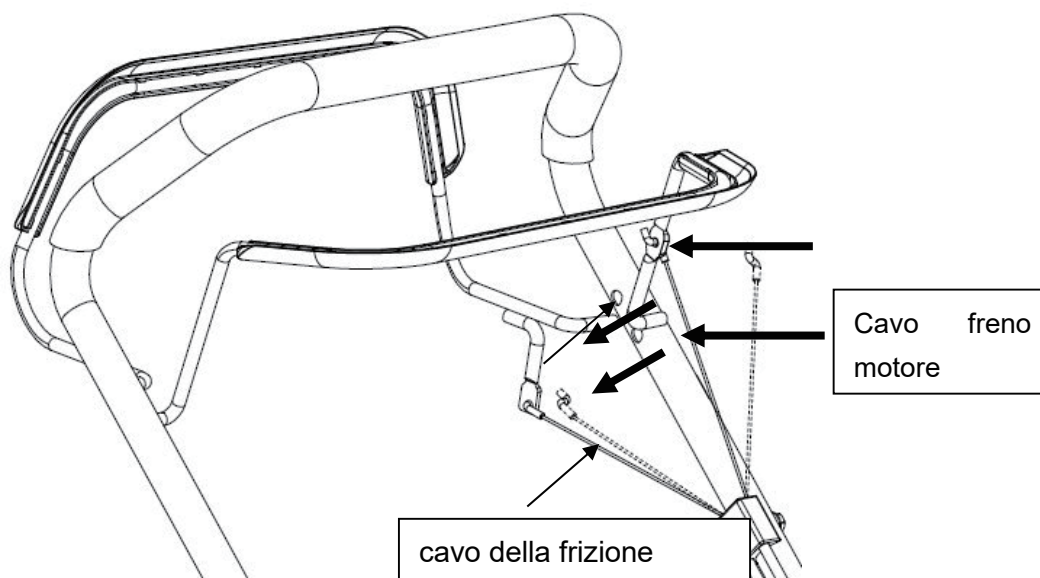

Fig. 3
2. La freccia indica dove deve passare il cavo (vedi fig. 3).